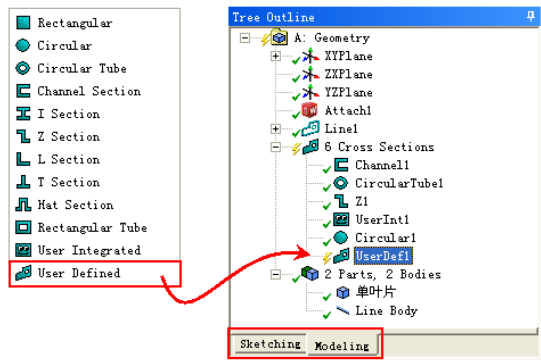

图 2-33 用户定义横截面
**步骤 01** 选择菜单栏中的 Concept（概念）→Cross Section（横截面）→User Defined（用户定义）命令，此时在树形目录中会多一个空的横截面草图，如图 2-33 所示。